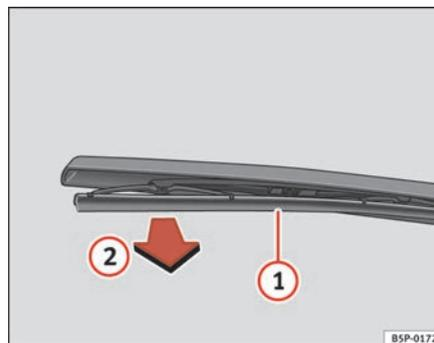

Fig. 169 Substituir a escova do limpa-vidros traseiro
- Afaste o braço do limpa-vidros traseiro do vidro ⇒ fig. 169.
- Desengate a escova ① e puxe-a ② ⇒ fig. 169. ▶